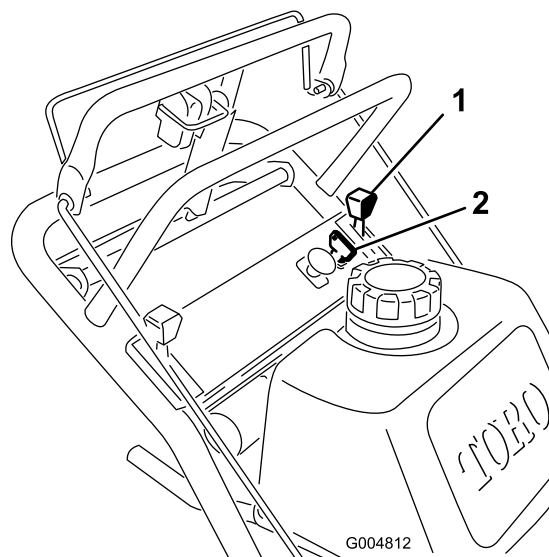

Figure 8
1. Réglez la manette d'accélérateur en position **bas régime** (Figure 8).
3. Tournez la clé de contact à la position **contact coupé** (Figure 8).